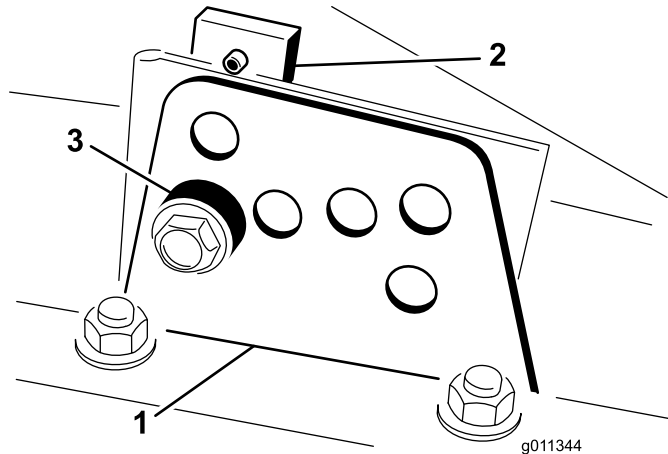

図 16
2. 各刈り高ブラケットを刈り高プレート前と右と左に固定しているボルトをゆるめる図 16。